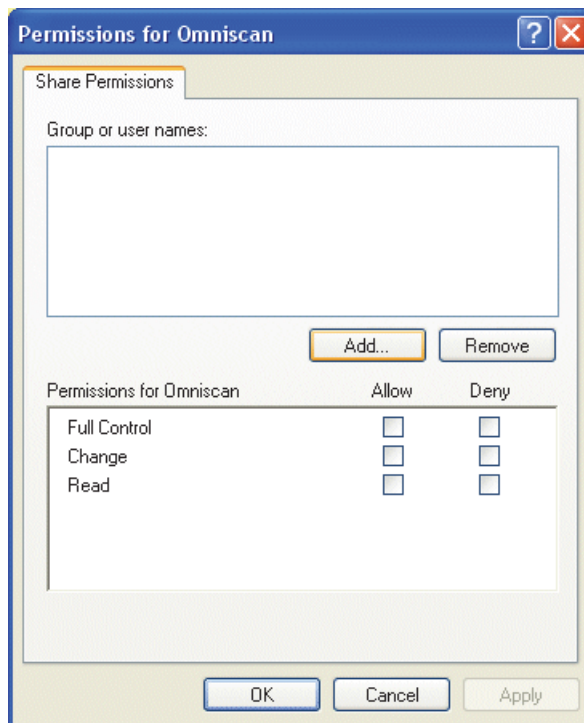

Figura 7-15 La finestra di dialogo Autorizzazioni per Omniscan con Windows XP
7. Nella finestra di dialogo **Autorizzazioni per Omniscan** (Permissions for Omniscan), cliccare su **Aggiungi** (Add) [vedere Figura 7-15 a pagina 231].